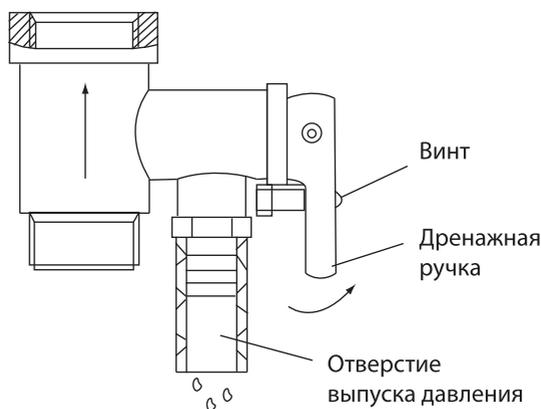

Рис. 8
3. Предохранительный клапан следует устанавливать в месте входа воды (см. рис. 8).